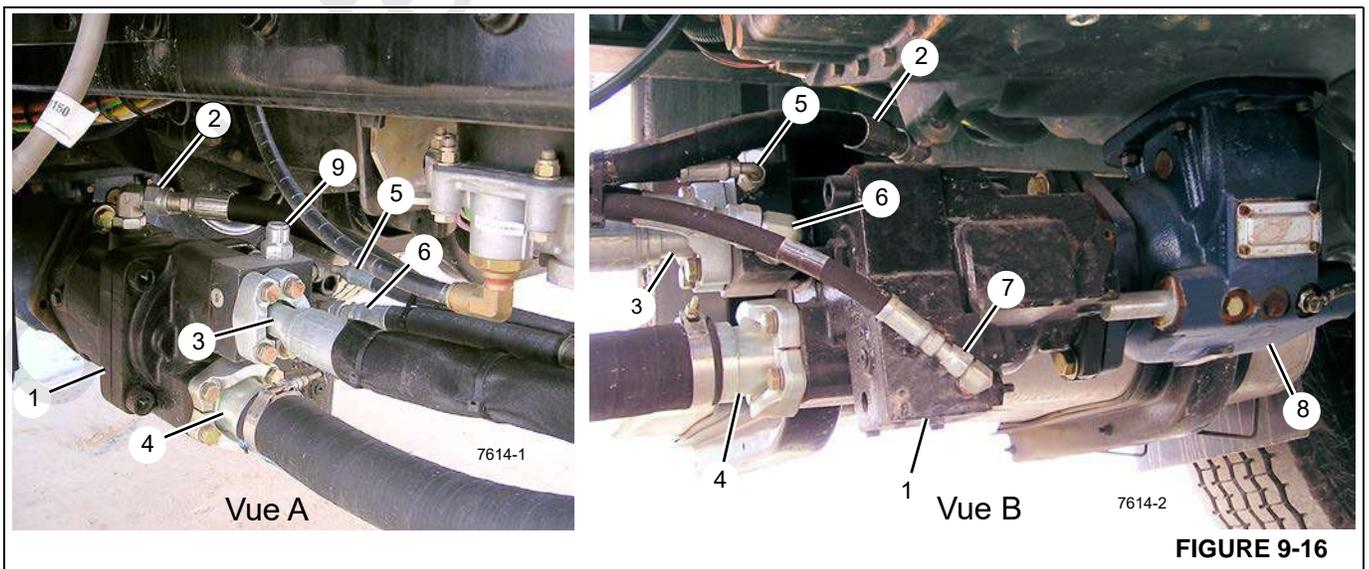

FIGURE 9-16
Voir la Figure 9-16 pour les étapes suivantes.
La pression du système hydraulique est fournie par une pompe hydraulique (1, Figure 9-16) montée sur la prise de force (PDF) (8) du camion.
10. Si l'on utilise la configuration illustrée à la Figure 9-16, veiller à positionner l'orifice de vidange de carter (2) au point le plus élevé au-dessus du niveau du sol.
14. Enlever les cache-poussière des orifices d'entrée et de sortie de la pompe hydraulique, puis installer les raccords et conduites hydrauliques comme illustré à la Figure 9-16.
NOTE : La Figure 9-16, vue A, illustre le côté gauche (conducteur) de l'installation de la pompe hydraulique tandis que la vue B illustre le côté droit (passager) de l'installation de la pompe hydraulique.